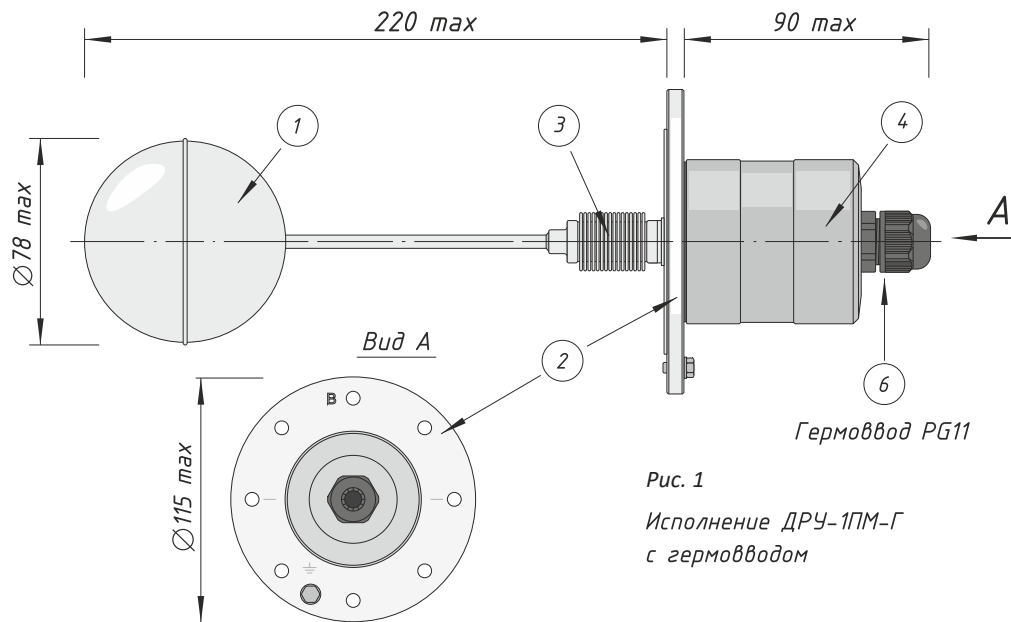

Рис. 1
- Конструкция датчика-реле представлена на рис. 1,2,3, схемы подключения – рис.4.